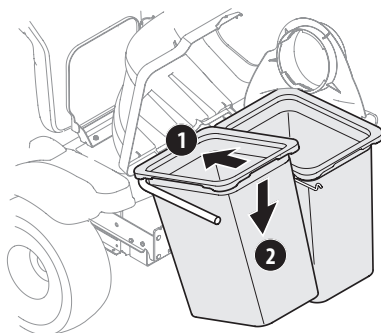

Figura 18
- Coloque ambos conjuntos de bolsas para césped (664-05104) en el riel del conjunto del colgador insertando primero el borde delantero (1), como se muestra en la Figura 18, y luego bajando el borde posterior hasta que calce en el conjunto (2).